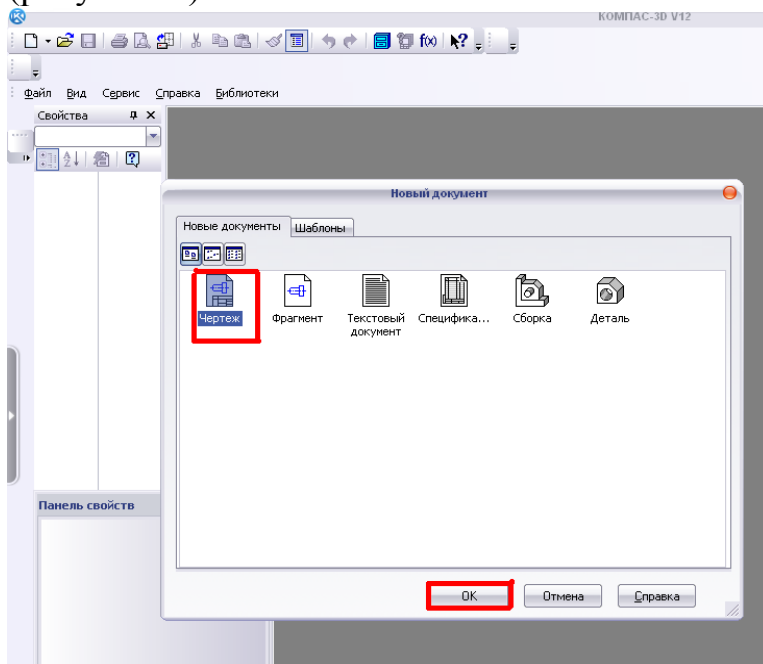

рис.25
3. Создать чертеж (В открывшемся окне «Новый документ» на закладке «новые документы» выберите пункт «чертеж» и нажмите кнопку «ок» (рисунок25)